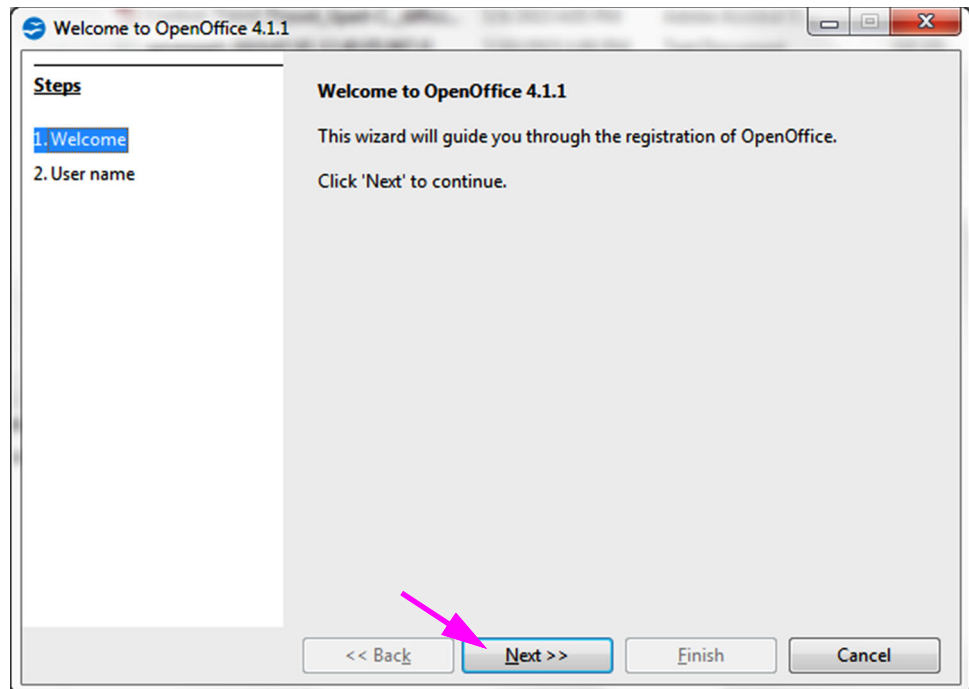
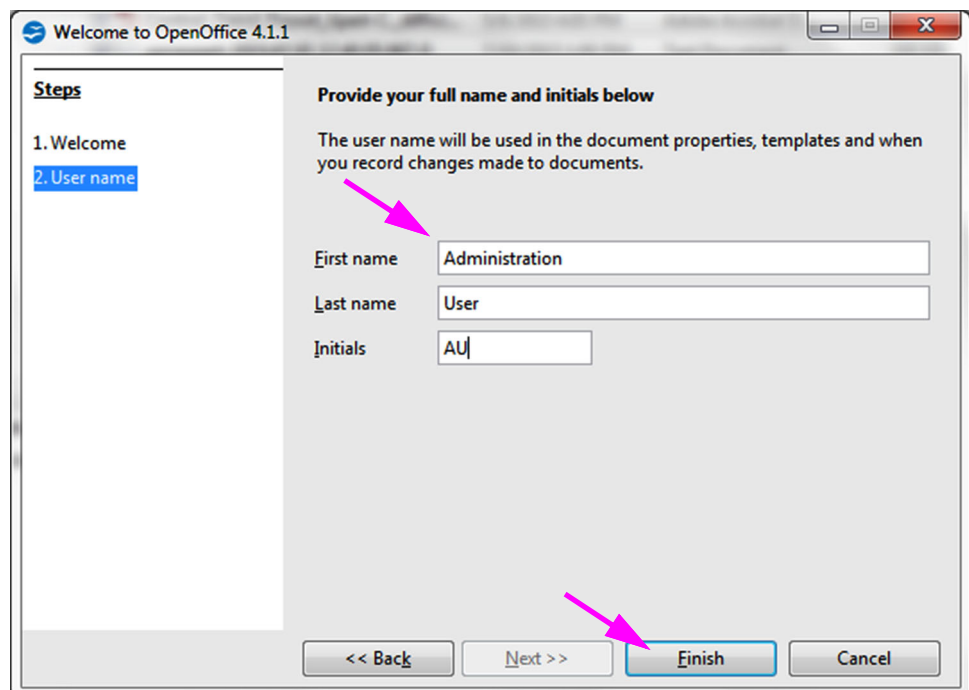

図 C-2. 登録画面
図 C-3. 「ユーザ名」ダイアログボックス
- Apache OpenOffice の初回起動時に、「ようこそ (Welcome)」ダイアログボックスが表示されます (図 C-2 を参照)。**次へ (Next)** をクリックして、「ユーザ名 (User Name)」ダイアログボックスを表示します。図 C-3 を参照。